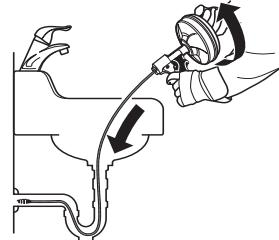

Figure 6
2. Tourner le tambour en sens horaire pour faire avancer le câble, et en sens anti-horaire pour le retirer. Faire avancer le câble jusqu'à ce qu'il rencontre l'obstacle (Figure 6).